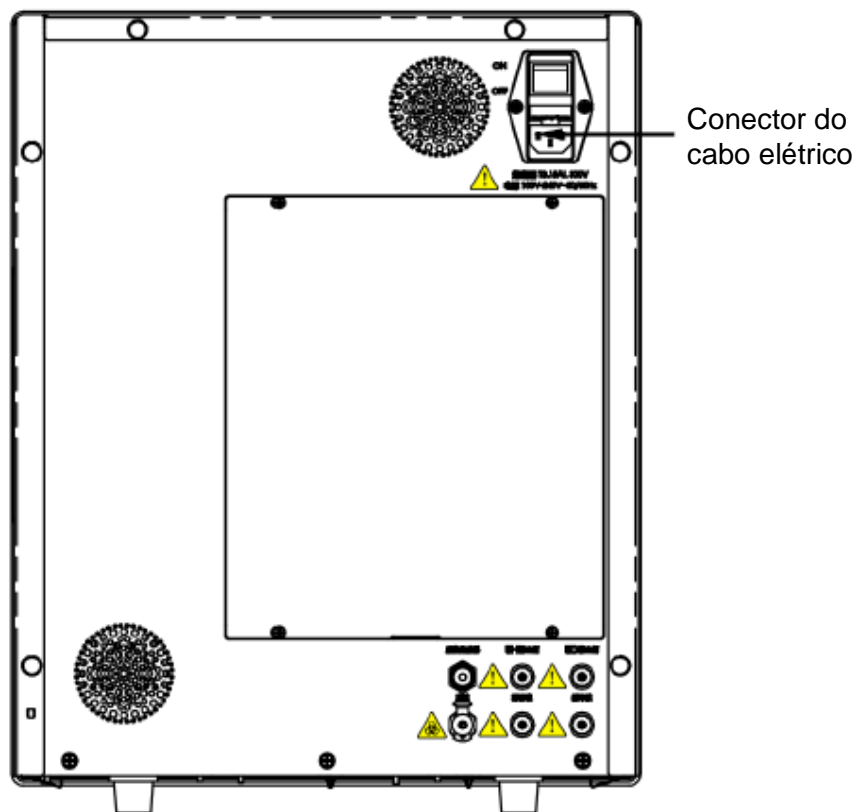

Figura 3-1: Diagrama esquemático da conexão do cabo elétrico
- Conecte o instrumento e a fonte de alimentação CA usando um cabo elétrico, conforme mostrado na Figura 3-1;